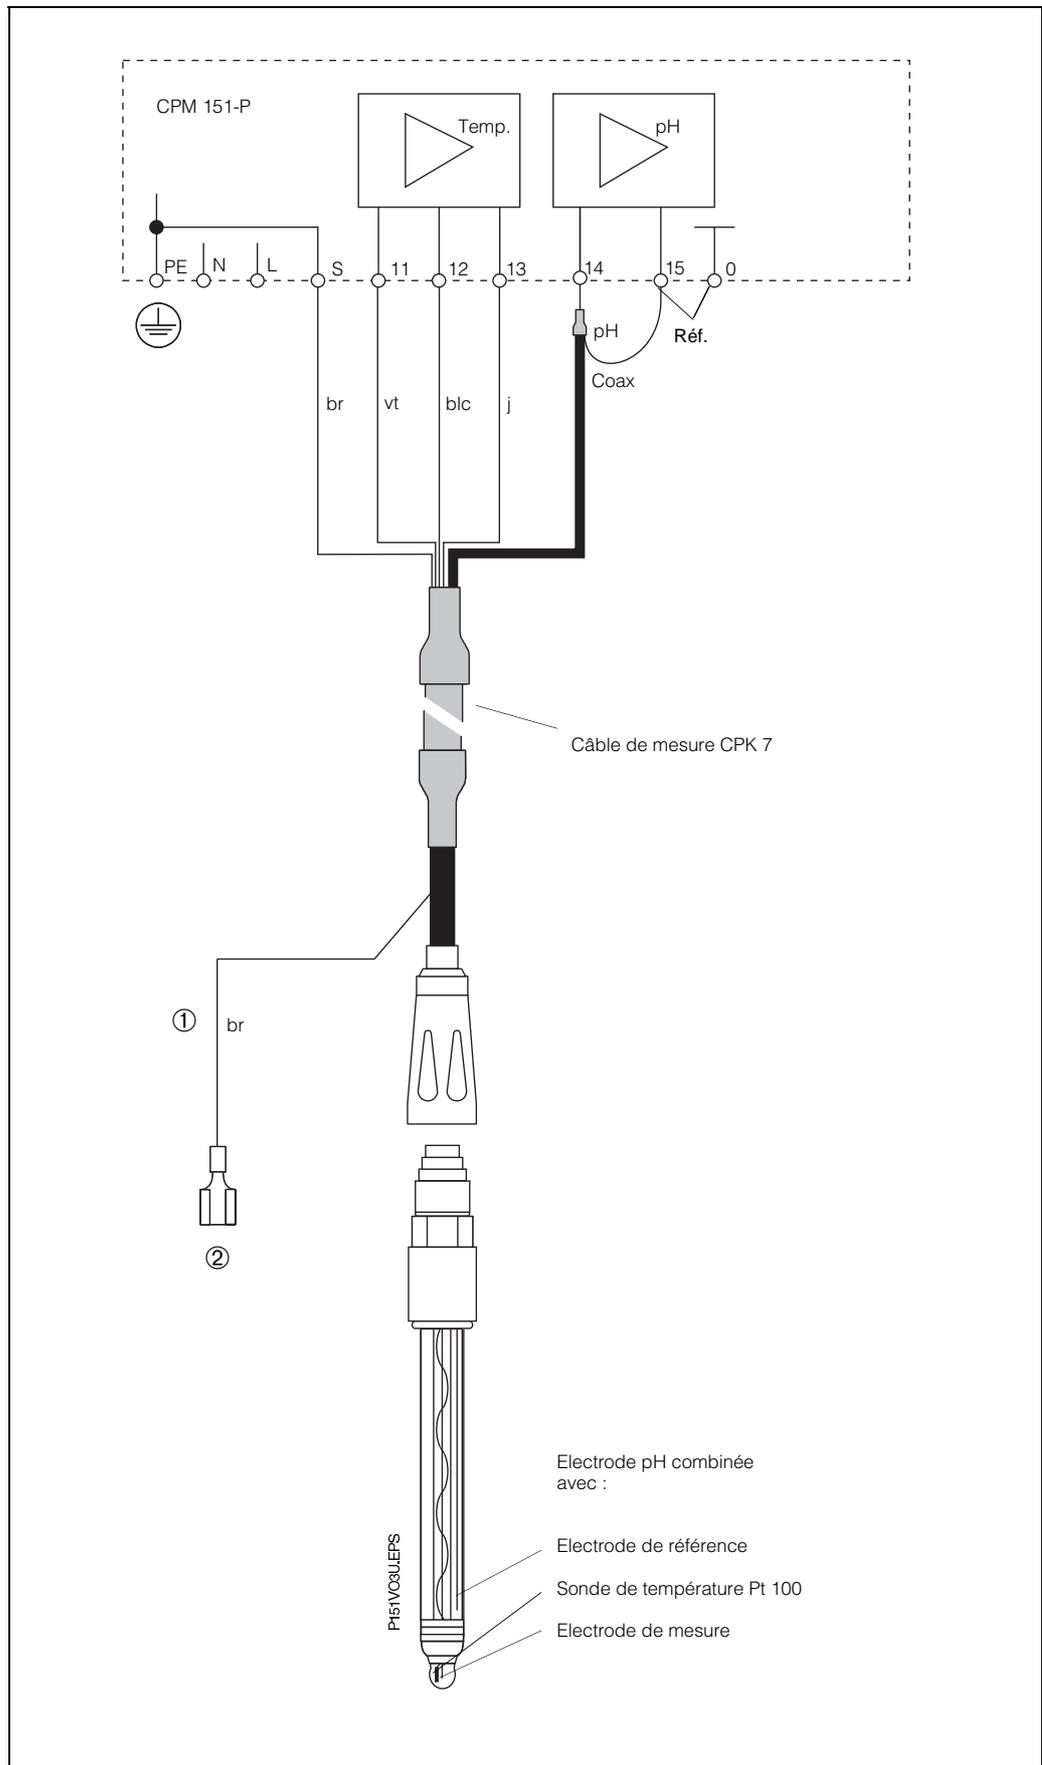

Fig. 4.18 : Electrode pH combinée et pt 100 broche de compensation de potentiel et câble de mesure CPK 7
- Raccordements asymétriques à haute impédance fig. 4.18